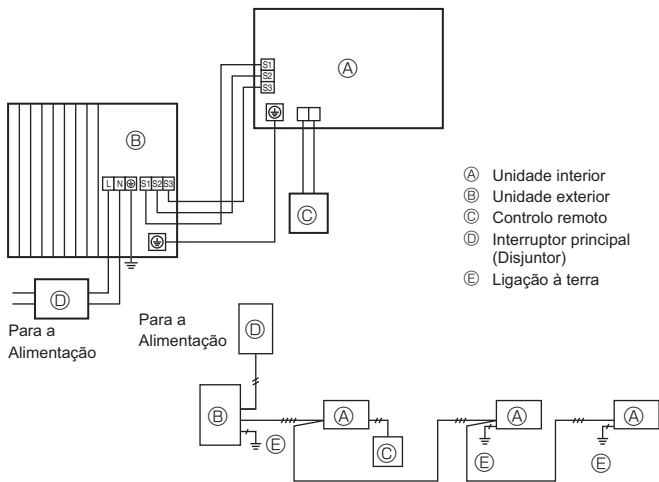

Fig. 6-1
6.1. Outdoor unit (Fig. 6-1, Fig. 6-2)
- ① Remova o painel de manutenção.
- ② Ligue os cabos consultando a Fig. 6-1 e a Fig. 6-2.